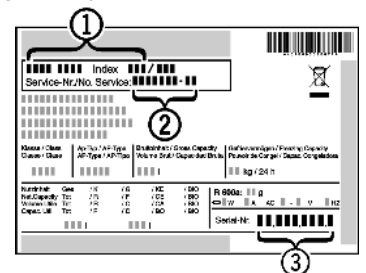

Fig. 22
- u Consulter la désignation de l'appareil Fig. 22 (1), le N° de service Fig. 22 (2) et le N° de série Fig. 22 (3) sur la plaque signalétique. La plaque signalétique se trouve à l'intérieur de l'appareil, sur le côté gauche.